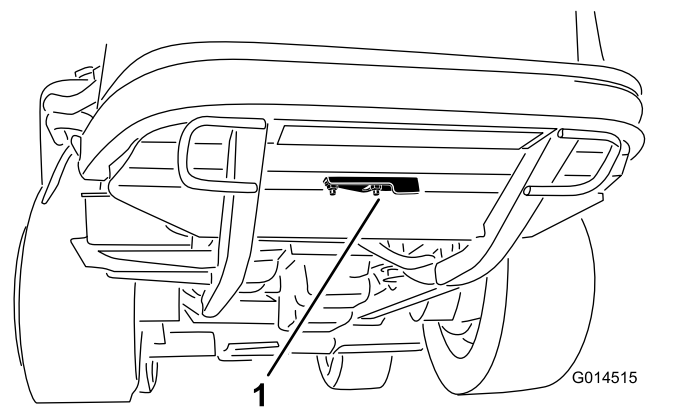

图45
2. 松开将清扫孔盖固定到后机架下面的凸缘螺母 图45。将清扫孔盖旋转到一侧露出机架内的清扫孔。